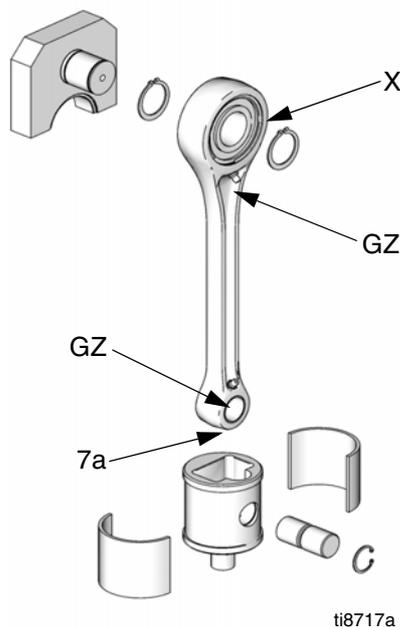

FIG. 9. Lubrificare il cuscinetto a rullini ogni 6 mesi
Vedere FIG. 9. Ogni 6 mesi, lubrificare il cuscinetto a rullini (7a) della biella di collegamento con 1 pompata (1 cc) di grasso 107411 o equivalente, usando la pompa per grasso (GZ). Sostituire entrambi i cuscinetti a rullini ogni anno. Ordinare il Kit sostituzione perno del pistone codice 255216. Lubrificare il cuscinetto del perno (X) con cadenza annuale, usando la pompa per grasso (GZ).